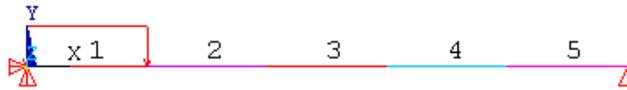

图5.32 施加均布荷载
(5) 在【Pressure value at node I】文本框中输入【10】，其它文本框留空，单击【Apply】按钮，则单元 1 被施加了均布荷载，如图 5.32 所示。